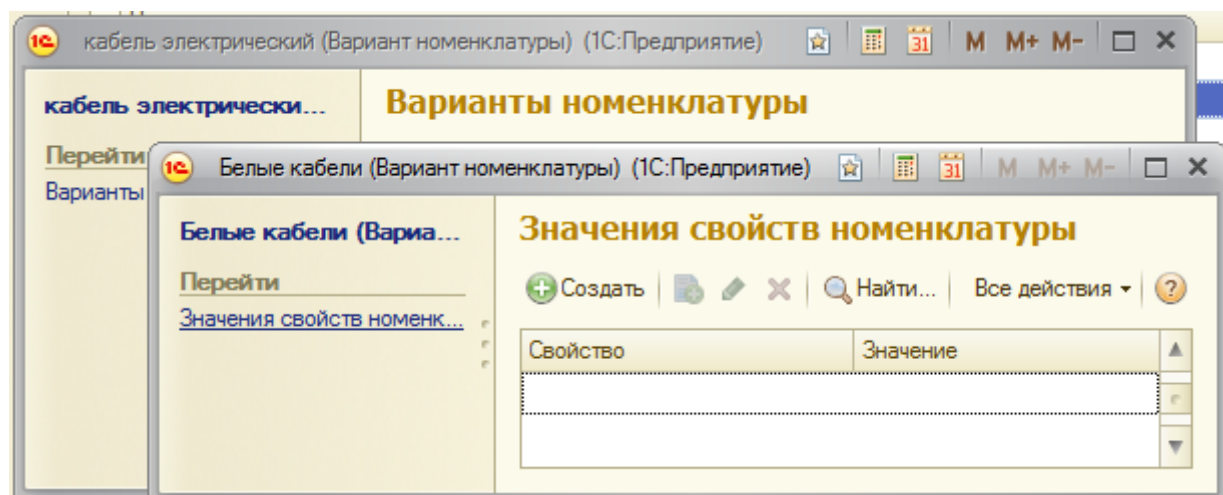

Рисунок 6.22 Форма записи регистра «Значения свойств номенклатуры»
27. Нажмите кнопку **Создать**. Открывается окно (рис.6.22.)